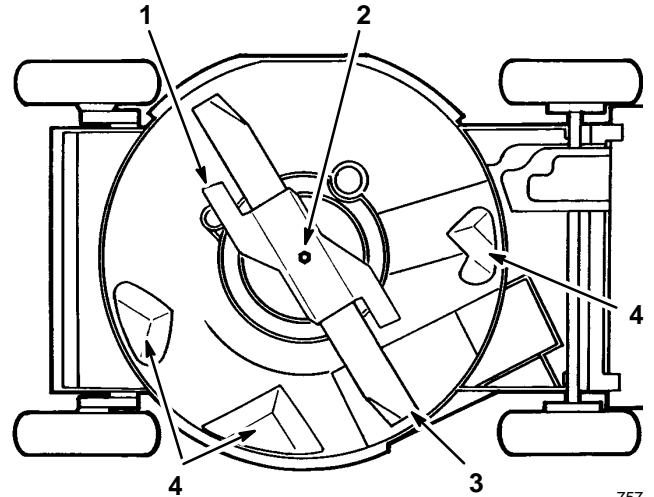

Figure 22
3. Inclina la cortadora hacia el lado derecho (Fig. 22). Evite girar la cuchilla pues podría ocasionar problemas de arranque.
- REMOCIÓN DE LA CUCHILLA**— Sujete el extremo de la cuchilla usando un trapo o un guante grueso. Quite el perno de la cuchilla, la arandela de seguridad, el acelerador de la cuchilla y la cuchilla (Fig. 22).